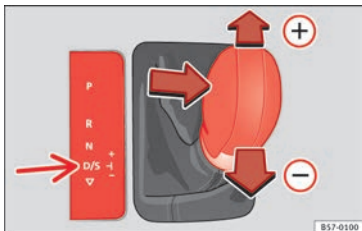

Abb. 181 Mittelkonsole: zu Tiptronic ändern.
- Um einen Gang hochzuschalten, tippen Sie den Wählhebel nach vorn **(+)** » Abb. 181.